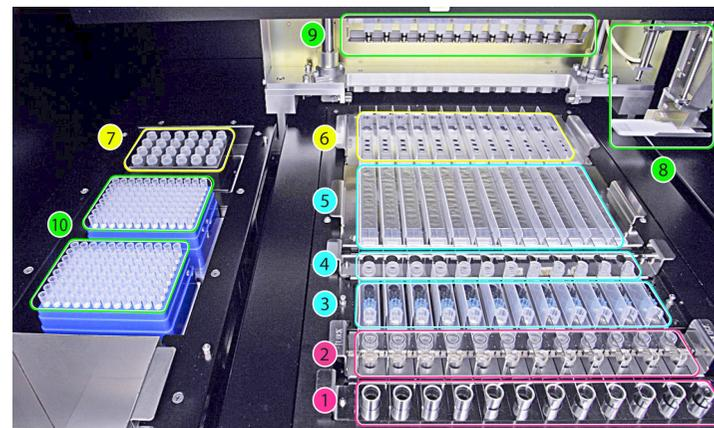

Figura 1: area di caricamento di «ELiTe InGenius».
Visione d'insieme dello strumento «ELiTe InGenius» (Figura 1).
La Figura 1 mostra la posizione del rack dei tubi primari campioni (1), la posizione del rack Extraction tube + cap (2), la posizione del rack puntali (3), la posizione del rack dei tubi di eluzione (Elution tube) (4), la posizione del rack della cartuccia di estrazione (5) e la posizione del rack della cartuccia PCR (6), la posizione del blocco reagenti PCR e Controllo Interno (Inventory Manager) (7), i due sistemi di dispensazione del campione e dei reagenti (8, a canale singolo, 9, a canali multipli), le posizioni dei puntali (10) e il contenitore per rifiuti in basso a sinistra.
6. Confermare che i reagenti siano sufficienti per il numero di test selezionati e che siano collocati correttamente nella posizione 7 Inventory Manager (cfr. Pagina 11, Figura 1), come indicato sullo schermo, premere il pulsante "Next" (Successivo).
7. Caricare un numero sufficiente di puntali nella posizione 10 (cfr. Pagina 11, Figura 1).
9. Caricare le cassette PCR nella posizione 6 (cfr. Pagina 12, Figura 1).
11. Caricare le Extraction Cartridge nella posizione 5 (cfr. Pagina 11, Figura 1).
13. Caricare la quantità richiesta dei tubi di eluzione (Elution tube) nella posizione 4 (cfr. Pagina 11, Figura 1).
15. Caricare la quantità richiesta di puntali nella posizione 3 (cfr. Pagina 11, Figura 1).
17. Caricare la quantità richiesta di Extraction Tube nella posizione 2 (cfr. Pagina 11, Figura 1).